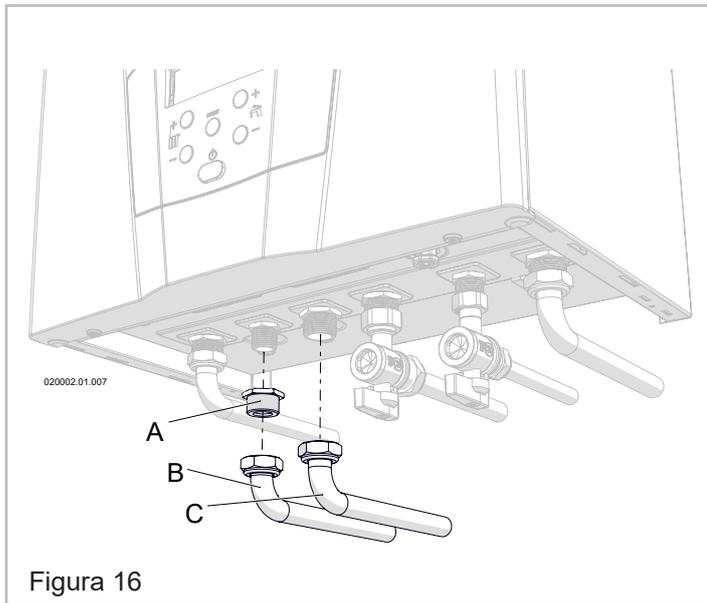

Figura 16
1. - Montare la riduzione "A" (vedi Figura 16);